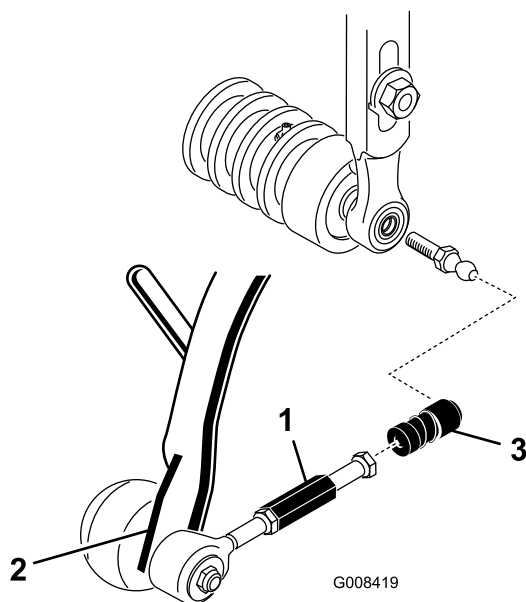

図 11
5. ボールジョイントのレシーバのスリーブを後ろにずらし、レシーバをカuttingユニットのボールスタッドに嵌め合わせる（図 11）。